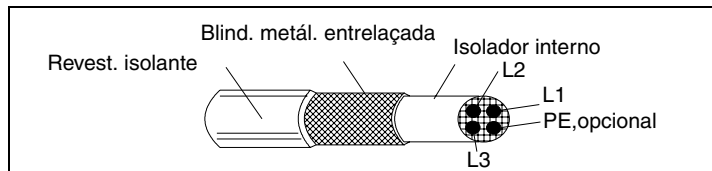

Figura 21 Blindagem efectiva do cabo do motor (ex., Cabos Ölflex-Servo-FD 780 CP, Lappkabel ou MCCMK, NK).
A regra geral para a eficácia da blindagem do cabo é: quanto melhor e mais apertada for a blindagem, mais baixo é o nível de emissão de radiações. Apresenta-se um exemplo de uma construção efectiva na Figura 21.
* É necessária blindagem efectiva do cabo do motor, de acordo com a Figura 21.
Para o ACS 141-4K1-1 e ACS 143-4K1-1, é necessário um cabo mostrado na Figura 21.
Com os filtros de entrada ACS100-FLT-C ou ACS140-FLT-C a emissão conduzida cumpre os limites da classe de distribuição não-restringida em Ambiente de Classe I, conforme especificado na EN 61800-3 (EN 50081-1) desde que o cabo do motor tenha blindagem (ver Figura 21) e o comprimento máximo seja de 30 m.
Os comprimentos dos cabos do motor têm de ser limitados conforme especificado na Tabela 10 e o cabo deve possuir blindagem de acordo com a Figura 21. Na extremidade do motor, a blindagem do cabo deve ser ligada à terra a 360 graus com um buçim de cabo EMC (p. ex., buçins de cabos blindados Zemrex SCG).